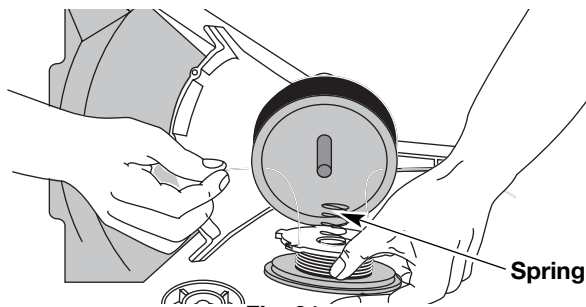

Fig. 31
13. Inserte los extremos de la línea a través de los ojalillos de la bobina exterior y coloque el carrete interior con el resorte dentro de la bobina exterior (Fig. 31). Empuje el carrete interior y la bobina exterior entre sí. Mientras sostiene el carrete interior y la bobina exterior, tome los extremos y tire con firmeza para soltar la línea de las ranuras de fijación de la bobina.
5. Inserte los extremos de la línea en los ojalillos de la bobina exterior (Fig. 31).